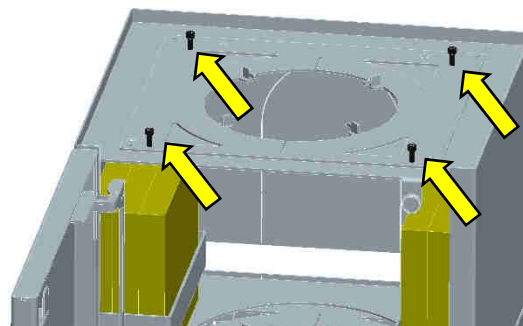

Abb. 9: Auflageschrauben
5. Stahldeckel wieder aufsetzen, gegebenenfalls über die 4 Auflageschrauben in der Höhe ausrichten (Abb. 9).